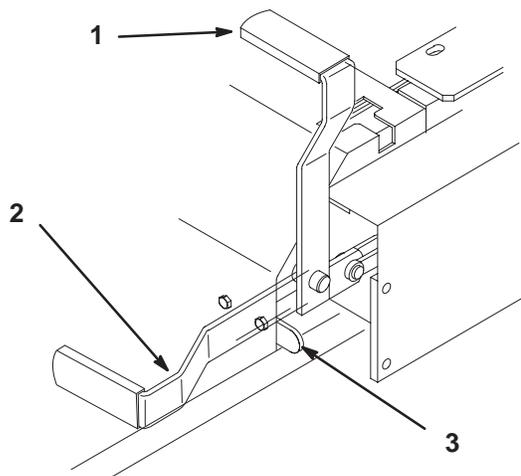

Figure 10
2. Tirez le frein de stationnement en arrière et vers le haut pour le serrer (Fig. 10). Une fois serré, le frein de stationnement ne doit plus bouger.
Poussez le levier du frein de stationnement vers l'avant et vers le bas (Fig. 10) afin de le desserrer. Le frein de stationnement est desserré et le levier est en appui contre la butée du frein.